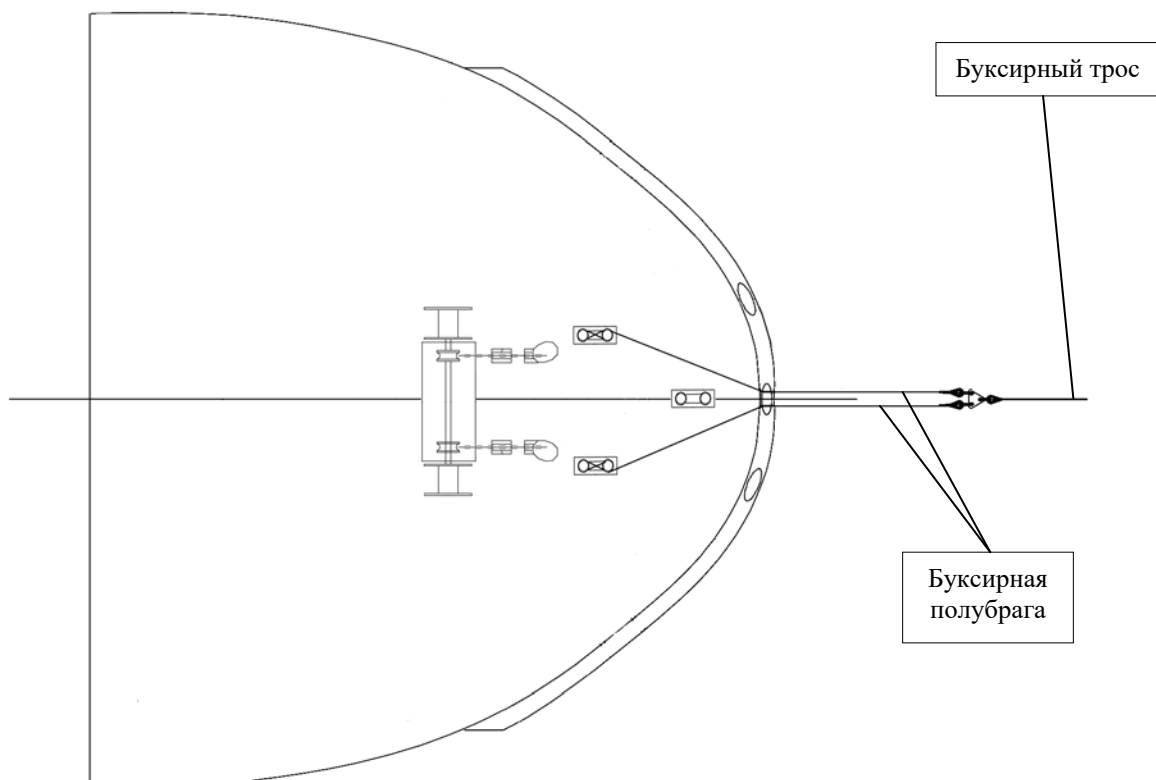

Рисунок 5.4 – Схема аварийной буксировки
- перебросить буксирный трос со скобой через фальшборт и приступить к буксировке (см. рисунок 5.4).